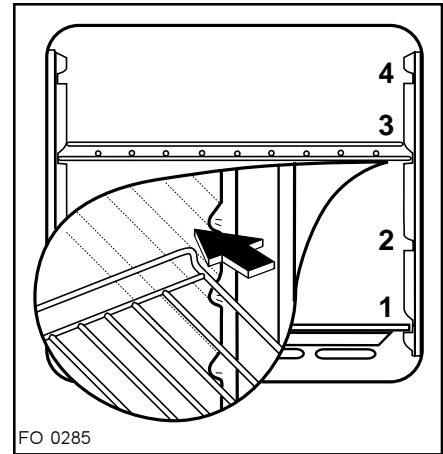

Fig. 6 FO 0285
**Assurez-vous que les grilles soient insérées de façon correcte (voir Fig. 6).**